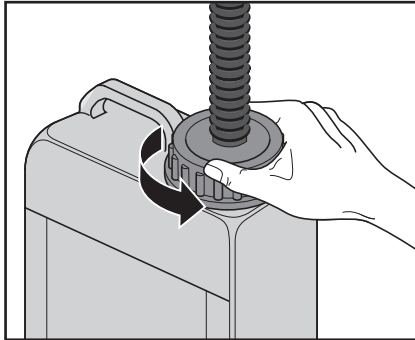

Fig. A1
- Dévisser le capuchon du réservoir. (Fig. A1).